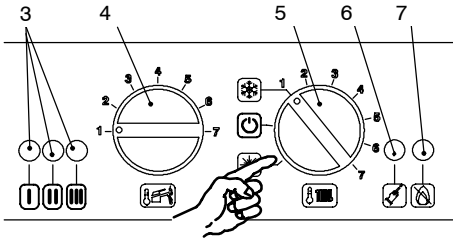
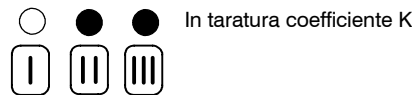
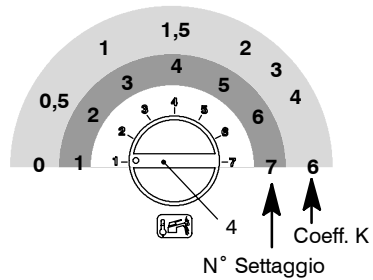
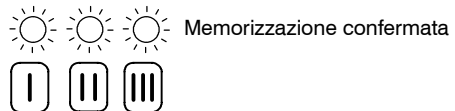

fig. 5.52
fig. 5.53
fig. 5.55
fig. 5.56
1 Alimentate elettricamente la caldaia azionando l'interruttore bipolare previsto nella installazione; la lampada di segnalazione 3 in fig. 5.52 lampeggia ogni 4 secondi.
- 2 Posizionare il selettore 5 come indicato in fig. 5.52; la lampada di segnalazione 3 lampeggia ad intermittenza circa ogni 2 secondi.
- 3 Tenere premuto il pulsante di ripristino 6 in fig. 5.52 per circa 10 secondi, la lampada di blocco 7 in fig. 5.52 inizierà a lampeggiare.
- 4 Per tarare il coefficiente K le spie di segnalazione 3 in fig. 5.52 devono essere visualizzate come in fig. 5.53 (legenda spie fig. 5.54)
- 5 Se non si visualizza questa sequenza premere il pulsante di ripristino 6 in fig. 5.52 tante volte fino alla visualizzazione (5 volte).
- 6 Per visualizzare il settaggio impostato tenere premuto il pulsante di ripristino 6 in fig. 5.52
per circa 5 secondi. Le spie di segnalazione 3 in fig. 5.52 lampeggeranno un numero di volte pari al settaggio (fig. 5.55)
- 7 Per cambiare il settaggio ruotare la manopola regolazione temperatura sanitari 4 in fig. 5.55 e posizionarla nel valore di K desiderato (fig. 5.55 (nella figura es. manopola settata per K1,5), la lampada di segnalazione blocco 7 in fig. 5.52 lampeggia velocemente).
- 8 Per memorizzare il settaggio premere il pulsante di ripristino 6 in fig. 5.52 per circa 5 secondi, le spie di segnalazione 3 in fig. 5.52 lampeggiano tutte quante simultaneamente come in fig. 5.56 (legenda spie fig. 5.54)
- 9 Posizionare il selettore 5 come indicato in fig. 5.56 per uscire dalla programmazione.